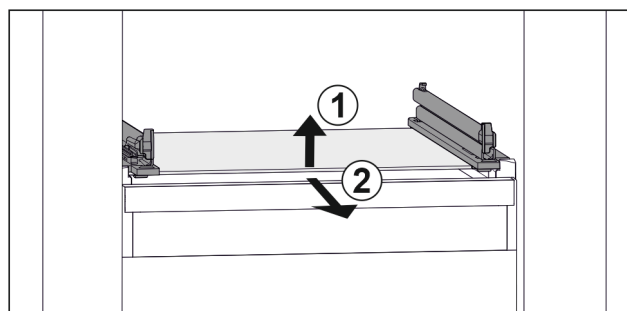

Fig. 82 Exemple de représentation de la tablette en verre
- Soulever la tablette en verre par l'avant. Fig. 82 (1)
- Retirer la tablette en verre par l'avant. Fig. 82 (2)